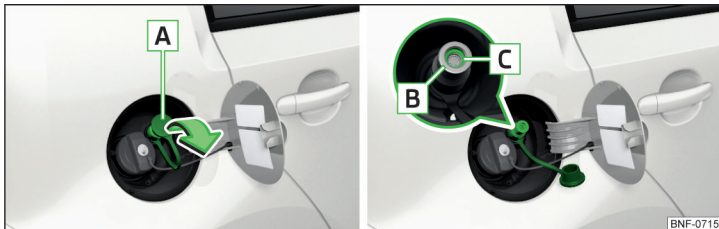

Fig. 134 Bocais de enchimento do gás natural
- Retirar a tampa **A** » Fig. 134 no sentido da seta e colocar o acoplamento de enchimento do equipamento de abastecimento no bocal de enchimento **B**.
- Verificar, se o anel vedante **C** » Fig. 134 ficou introduzido no bocal de enchimento **B**. Se este tiver escorregado para o acoplamento de enchimento, então deverá ser novamente colocado no bocal de enchimento.